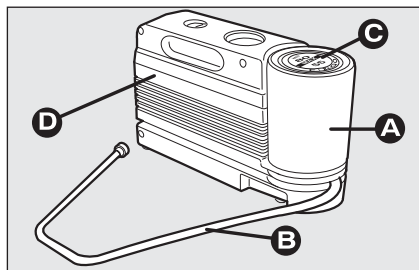

fig. 10
- ☐ un compresseur D-fig. 10 muni d'un manomètre et de raccords.